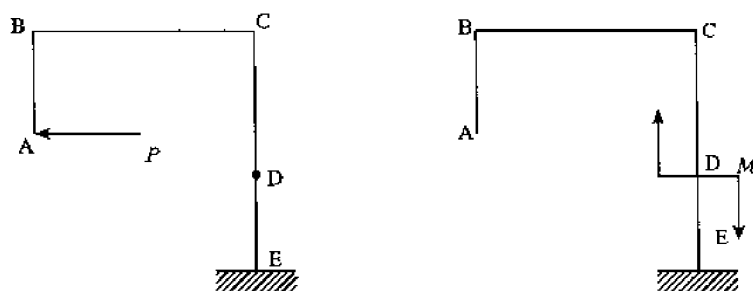

图 9-31
6. 图 9-31 所示刚架 ABCDE, 外力 F_P 作用于 A 时, $x_A, y_A, \theta_A, x_D, y_D, \theta_D$ 已求出, 外力偶 M 作用于 D 时 $x'_A, y'_A, \theta'_A, x'_D, y'_D, \theta'_D$ 亦已知, 研究下列表达式是否正确, _____。